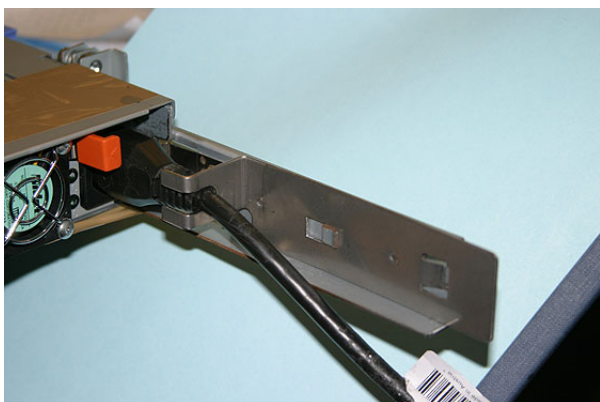

図 47. ケーブル保持ブラケットが取り付けられている SAN ボリューム・コントローラー 2145-8F4
3. ケーブル保持ブラケットをサポート・レールに合わせて置き、サポート・レールの背面にあるスロットの上にケーブル保持ブラケットを取り付けます。図 47 は、SAN ボリューム・コントローラー 2145-8F4 に取り付けられたケーブル保持ブラケットを示しています。